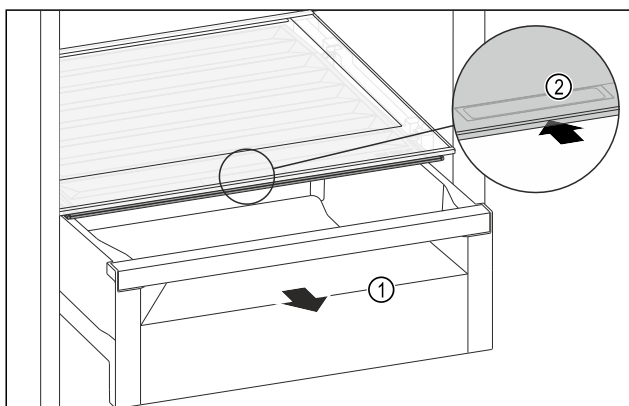

Fig. 84
- Retirer le tiroir Fig. 84 (1).
- Saisir la poignée encastrée Fig. 84 (2) du couvercle du compartiment et pousser le couvercle du compartiment vers l'arrière.